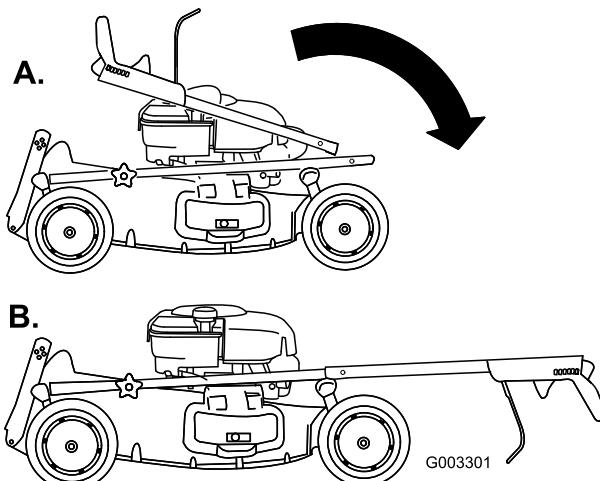

Bild 3
2. Schieben Sie den oberen Griff vorsichtig nach vorne und setzen Sie die Enden über den unteren Griff, sodass sie ausgerichtet sind und aneinander liegen (Bild 3).